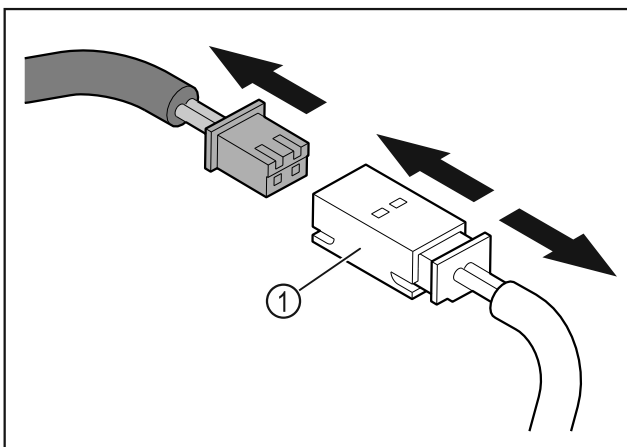

Fig. 13
- ▶ Iskopčajte utikač i spojku utikača Fig. 13 (1).